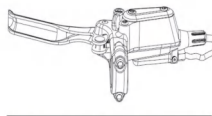

Figura 2-6 La ranura de aceite del freno de disco está paralela al suelo
- ③ Limpie el pistón y sus alrededores.
- ④ Coloque la bicicleta de modo que el depósito de aceite del freno de disco esté nivelado con el suelo y, a continuación, desenrosque el tornillo de sellado del depósito de aceite (como se muestra en la figura 2-6).
- ⑤ Presione el pistón hasta la posición inferior sin que se desvíe ni sobresalga (tenga en cuenta que puede salirse el aceite de la ranura de aceite).
- ⑥ Coloque pastillas de freno nuevas y vuelva a montar las ruedas.
- ⑦ Mueva la palanca de freno varias veces para asegurarse de que está compactada.
- ⑧ Después de confirmar que las pastillas de freno no interfieren con los discos, fije las ruedas.
- ⑨ Apriete los tornillos de sellado de la ranura de aceite y vuelva a colocar la palanca del freno de disco en su ángulo de conducción original.